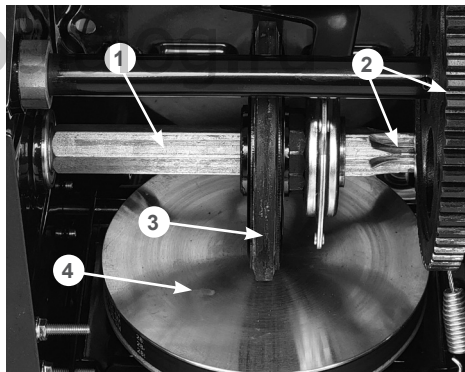

Рис. 46 Обслуживание трансмиссии
4. Нанесите универсальную низкотемпературную смазку CHAMPION EP-0 тонким слоем на шестигранный вал 1 фрикционного колеса и зубья шестерен 2 (Рис. 46).
Не допускайте попадания смазки на резиновое фрикционное колесо 3 и ведущий диск 4 (Рис. 46).
5. Проверьте состояние фрикционного колеса 3 (Рис. 46). Если высота резинового кольца относительно фрикционного колеса 2 мм и менее, если на резиновом кольце имеются повреждения и разрывы, фрикционное колесо необходимо заменить.